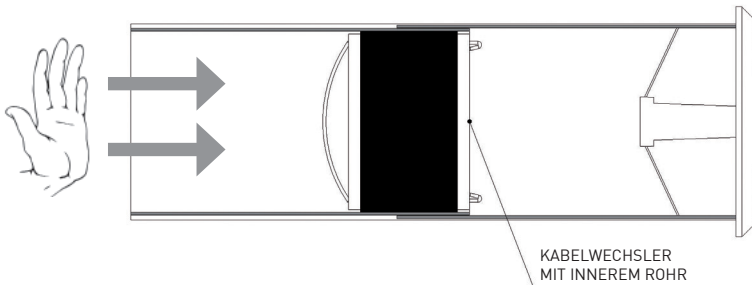

Abbildung 7
- Bringen Sie den Wärmetauscher am Ende des inneren Rohrs an. (Abbildung 7)